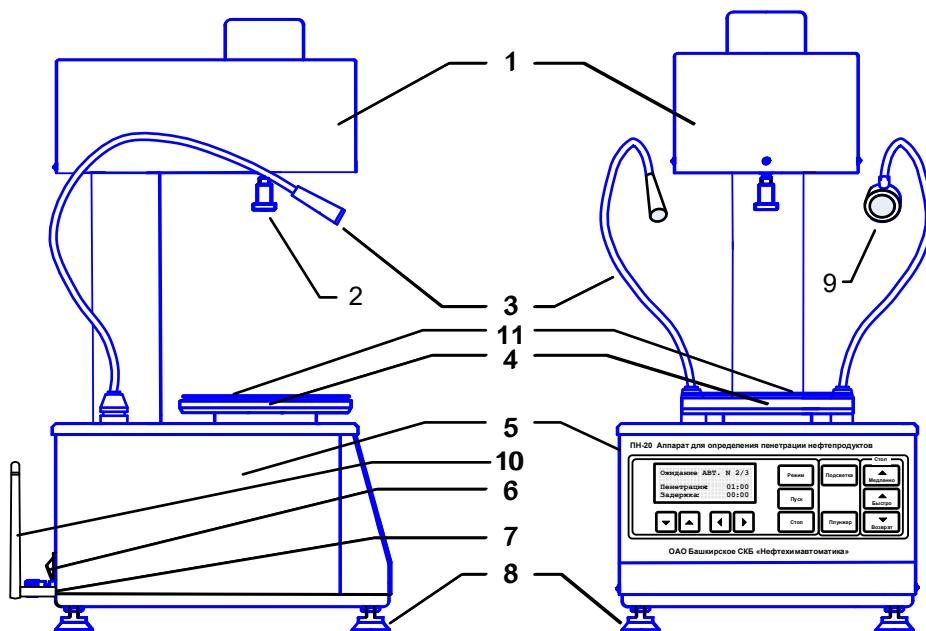

Рисунок 1 – Устройство пенетрометра
3.1.5 При использовании программ Линтэл® - Линк1 необходимо установить на пенетрометр antennу1 (см. рисунок 1) и плату1 устройства беспроводной связи. Установка антенны производится в гнездо на задней панели пенетрометра.
- 2) клемма «Земля» на задней панели пенетрометра (см. рисунок 1) должна быть подключена к внешней заземляющей шине, не связанной с силовым оборудованием;
4.4.3.3 Установить на рабочий стол пенетрометра изоляционную накладку (11) (см. рисунок 1) из комплекта принадлежностей.
4.4.3.4 Установить баню пенетрометра на рабочий стол (4) (см. рисунок 1).